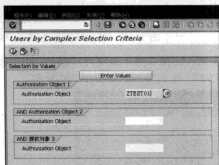

图 14-32 按权限对象值信息查询用户界面
STEP 1 选择“用户→Users by Complex Selection Criteria→By Authorization Values”选项，然后单击“”按钮，进入按权限对象值信息查询用户界面，如图 14-32 所示。